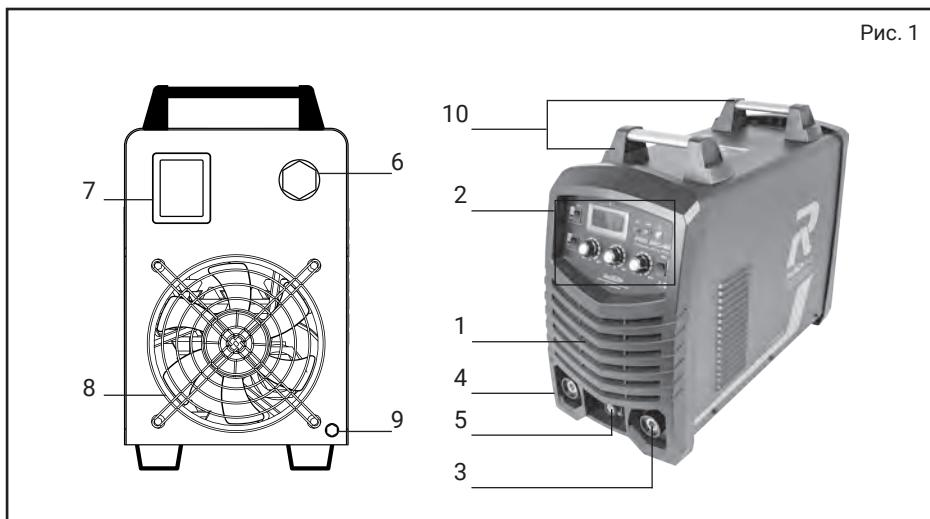

Рис. 1
4.1 Основные функции и внешний вид представлен на рис. 1.
Сварочный инвертор выполнен в металлическом корпусе с вентиляционными отверстиями на боковых и передней (рис. 1, поз. 1) стенках и снабжен вентилятором охлаждения (рис. 1, поз. 8) для отведения излишнего тепла. В передней части находятся разъемы для подключения силовых проводов MMA (рис. 1, поз. 3, 4), разъем подключения управления REM (рис. 1, поз. 5), а также панель управления сварочным инвертором (рис. 1, поз. 2)(более подробно представлена на стр. 7, рис. 2),
- силовой провод с электродержателем должен подключаться к разъему «+» (рис. 1, поз. 4), за исключением случаев использования кислотных электродов (перед подключением необходимо ознакомиться с информацией на упаковке с электродами);
- силовой провод с зажимом подключается к разъему «-» (рис. 1, поз. 3), а зажимом крепиться как можно ближе к месту сварки.
7.1 При сварке MMA электрод необходимо зажимать в электрододержателе поставляемого в комплекте с инвертором, подключите данный кабель к быстrozажимному разъему «+» или «-» (рис. 1, поз. 3, 4,) в зависимости от типа электродов.
7.1.3 После подключения сварочного инвертора к сети, для включения необходимо перевести выключатель (рис. 1, поз. 7) в положение «вкл.», после чего на дисплеях (рис. 2, поз. 7) появятся установленные значения.